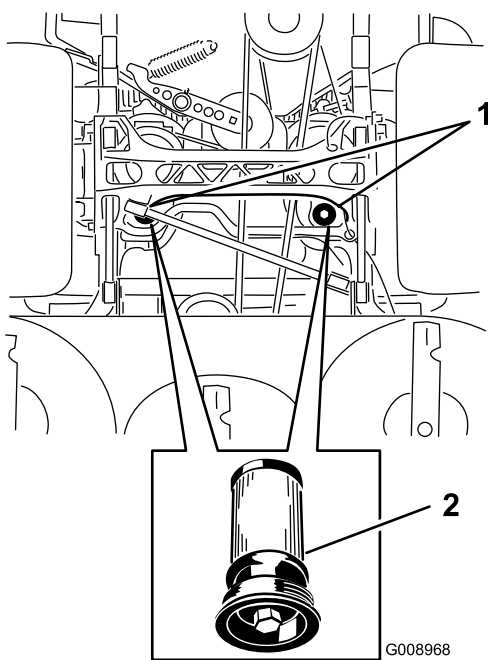

Figura 83
5. Collocate una bacinella di spurgo sotto il filtro, togliete il filtro usato e pulite la superficie (Figura 83).
6. Spalmate un velo di olio idraulico sulla guarnizione di gomma del filtro di ricambio (Figura 83).